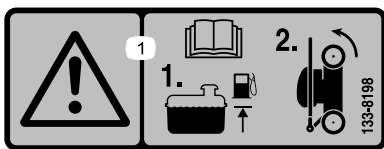

Figura 19
1. Asegúrese de que el nivel de gasolina del depósito de combustible no sobrepasa lo recomendado por el fabricante del motor; consulte la pegatina del fabricante del motor, situada en el motor (Figura 19).